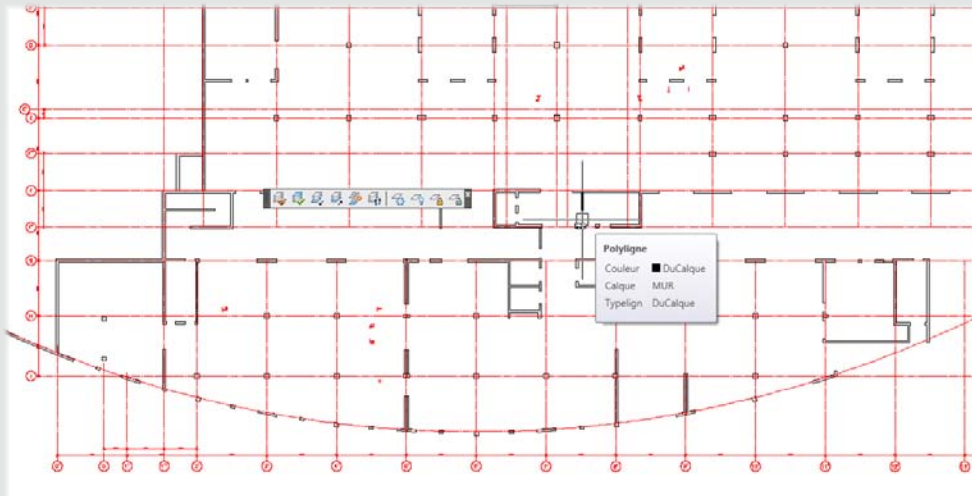

Figure 19
13. La combinaison de calques ainsi obtenue : les murs et les poteaux porteurs sont en noir et les axes en rouge (voir Figure 19).